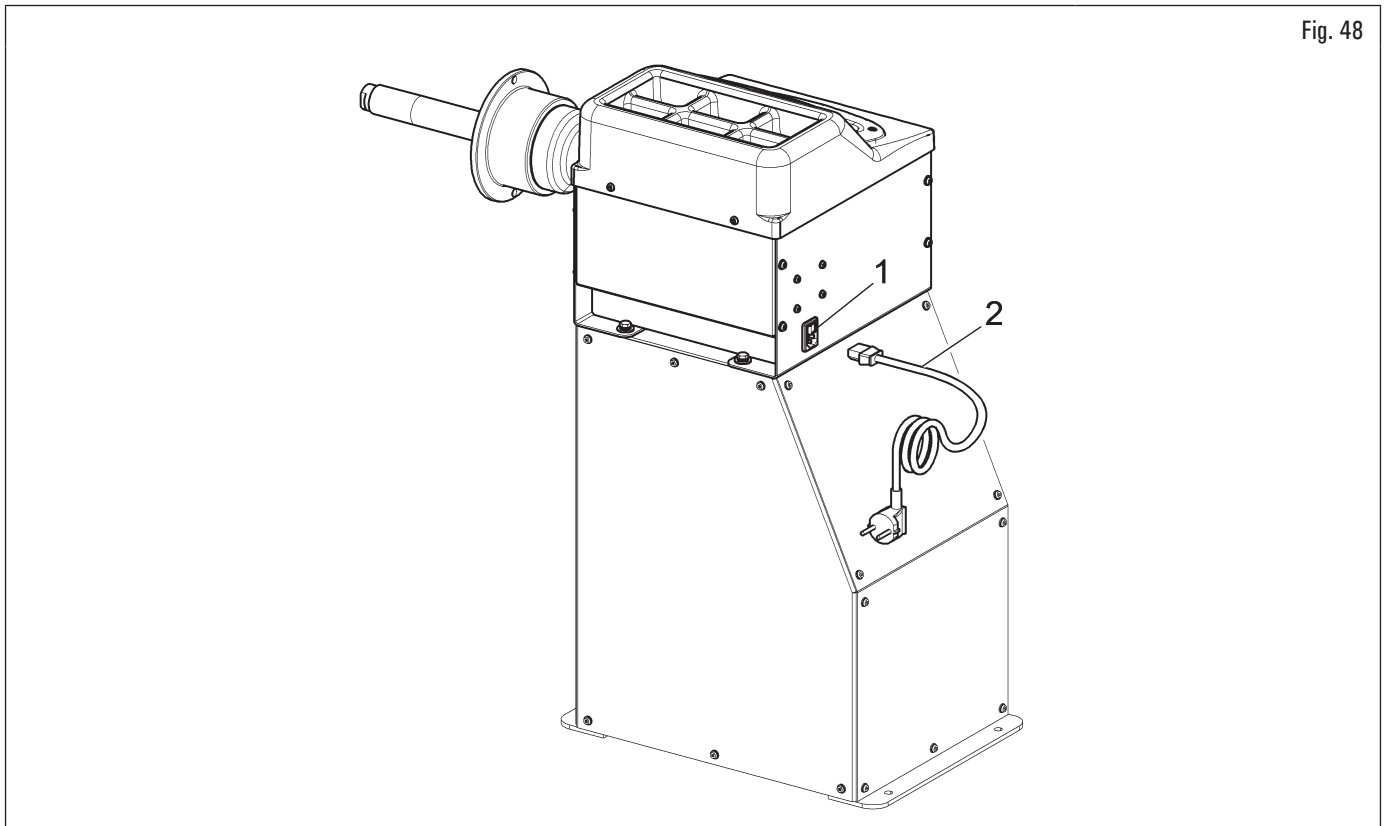

Fig. 48
- posizionare l'interruttore (Fig. 48 rif. 1) su OFF (0);
- collegare alla rete elettrica 230 V il cavo di alimentazione (Fig. 48 rif. 2) (in dotazione all'apparecchiatura).
A questo punto, alimentare l'apparecchiatura mediante l'interruttore (Fig. 48 rif. 1), posizionandolo su ON (I).